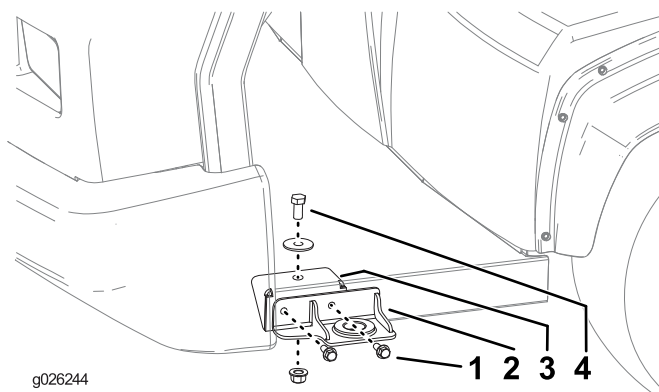

Figure 22
3. Fixez les pattes de montage extérieur et intérieur avant de chaque côté de la machine, comme montré à la Figure 22, au moyen de 2 boulons (3/8 po), 2 écrous (3/8 po), 1 boulon (1/2 po), 1 rondelle et 1 écrou (1/2 po).